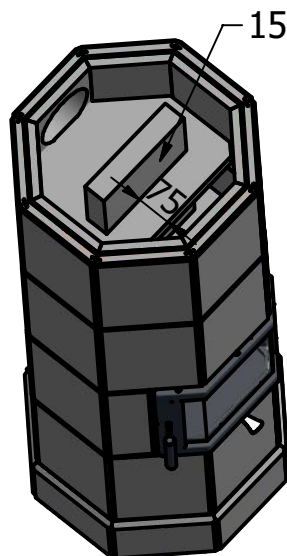
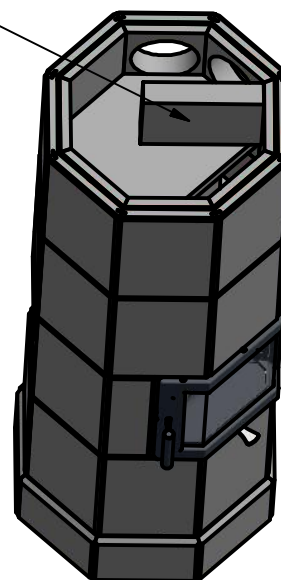

Fig. 15
Fig. 16
7. Plasser labyrintplaten som vist i **Fig. 15** for røykuttak bak, eller følg **Fig. 16** for uttak på siden eller skrått.